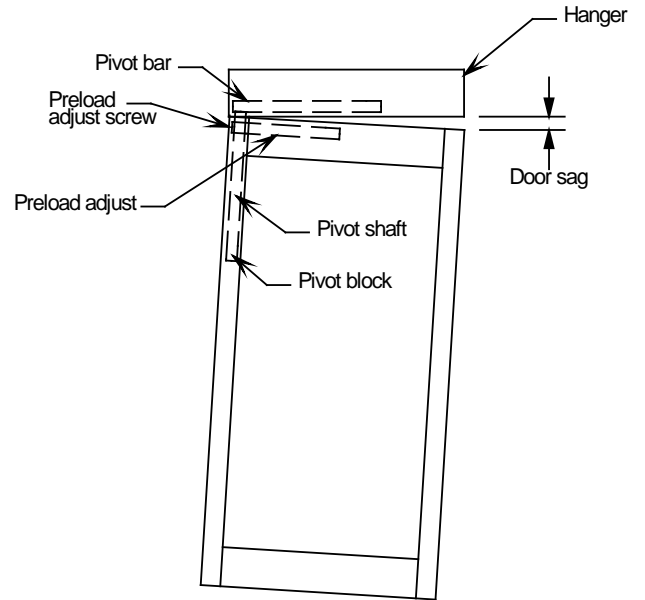

Figure 25
1. Panic the door open to check door sag. (See Figure 25)